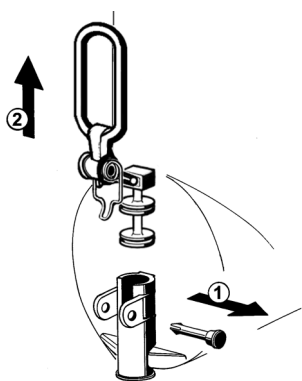

figura 11
- 5 Disassemblare il rubinetto con la sequenza indicata (vedere figura 11).
- 3 Riassemblare il rubinetto sul contenitore con sequenza inversa rispetto a quanto fatto per lo smontaggio (vedere figura 11).